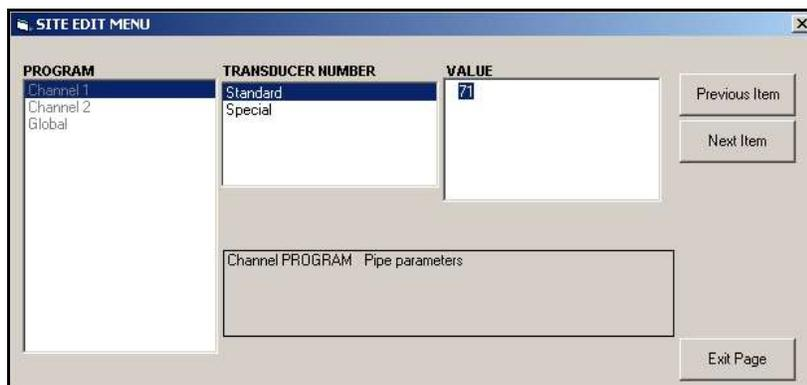

Figure 42: option Pipe Parameters (Paramètres de conduite) du Site Edit Menu (Menu d'édition du site)
- a. Cliquez deux fois sur l'option souhaitée du volet du milieu. La *Figure 42* ci-dessous affiche la première entrée (Transducer Number (Numéro du transducteur)) de l'option *Pipe Parameters* (Paramètres de conduite). Le titre affiché au-dessus du volet du milieu correspond à l'entrée actuelle, tandis que le volet du milieu affiche les choix disponibles pour cette entrée.